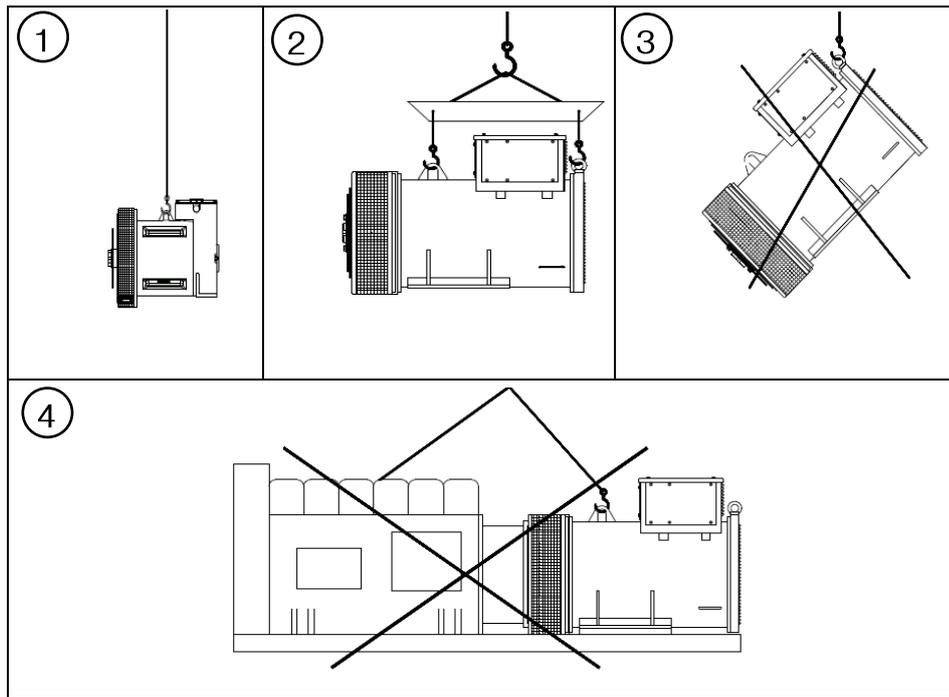
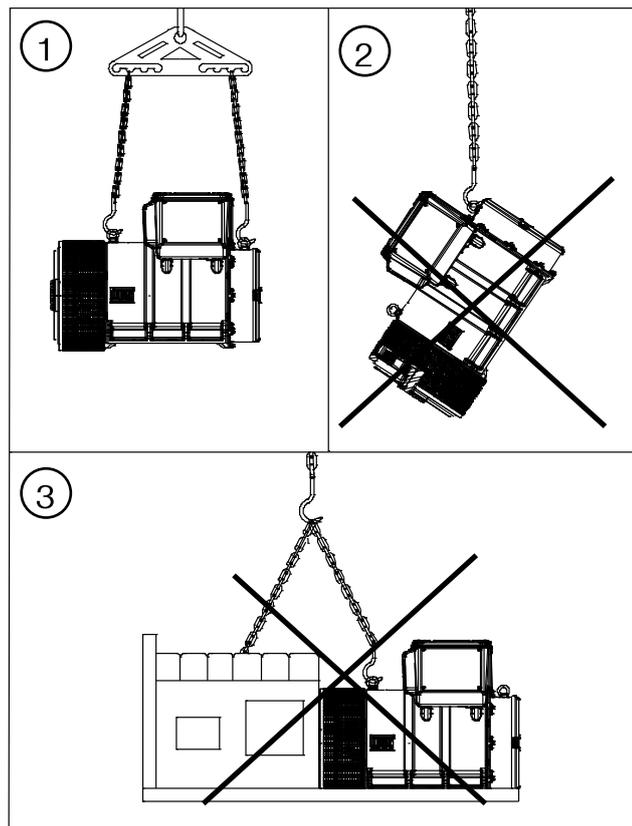

Figura 4.1: Manipulación del alternador Línea G
Figura 4.2: Manipulación de los alternadores Línea AG10
- Todos los puntos de izamiento deben ser utilizados, conforme los cuadros 1 y 2 de la Figura 4.1 y el cuadro 1 de la Figura 4.2.
- No está permitido el izamiento de cargas adicionales, conforme el cuadro de la 4 Figura 4.1 y el cuadro 3 de la Figura 4.2.
- No está permitido el izamiento solamente por la parte delantera o trasera del alternador, conforme el cuadro 3 de la Figura 4.1 y el cuadro 2 de la Figura 4.2.